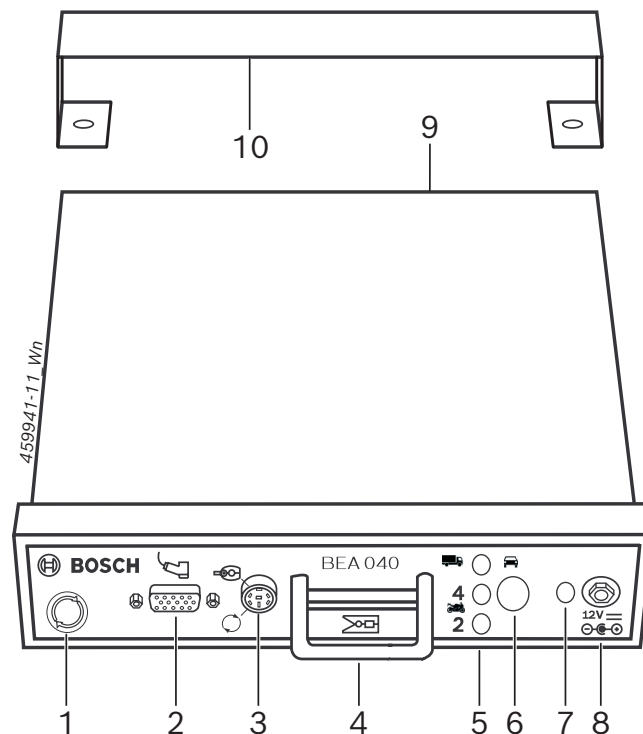

Fig. 1: BEA 040
Hver gang modustasten (Fig. 1, pos. 6) trykkes, velges en annen modus (personbil/lastebil eller 2-takts/4-takts motorsykkel). Valgt modus indikeres med den aktuelle modus-LED (Fig. 1, pos. 5).
LED for nettdelsspenning (Fig. 1, pos. 7) lyser blått når nettdelen er tilkoblet.